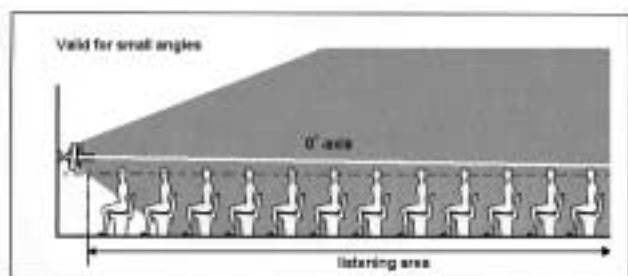

Figura 1 - Vista laterale della radiazione acustica montato a muro con inclinazione ridotta
1. Determinare le dimensioni dell'area di ascolto desiderata, ovvero del piano orizzontale all'altezza delle orecchie degli ascoltatori (vedere la linea tratteggiata in figura 1).
Se si desidera un'area di ascolto di grandi dimensioni, scegliere un'inclinazione di circa 3° (vedere figura 1). Tenere presente che, allontanandosi dagli altoparlanti, il livello di pressione sonora diminuisce in base al riverbero ambientale presente. Per sentire i toni alti con chiarezza, l'ascoltatore deve essere in grado di vedere gli altoparlanti.
1. Determinare le dimensioni dell'"area di ascolto" desiderata, ovvero del piano orizzontale all'altezza delle orecchie degli ascoltatori (vedere la linea tratteggiata in figura 1).
3. Facendo riferimento al grafico 1, tracciare una linea verticale in corrispondenza del punto di massima distanza sull'asse delle ascisse. Dal punto di intersezione verticale con la linea B diagonale, tracciare una linea orizzontale fino a incontrare l'asse delle ordinate. Il valore X, riferito all'altezza della staffa di montaggio degli altoparlanti dal piano di ascolto, ('X' in figura 1), si trova sull'asse delle ascisse. Le intersezioni orizzontali con le altre linee diagonali indicano le dimensioni dell'area di ascolto come mostrato nelle figure 2 e 3 (vedere anche l'esempio riportato di seguito).